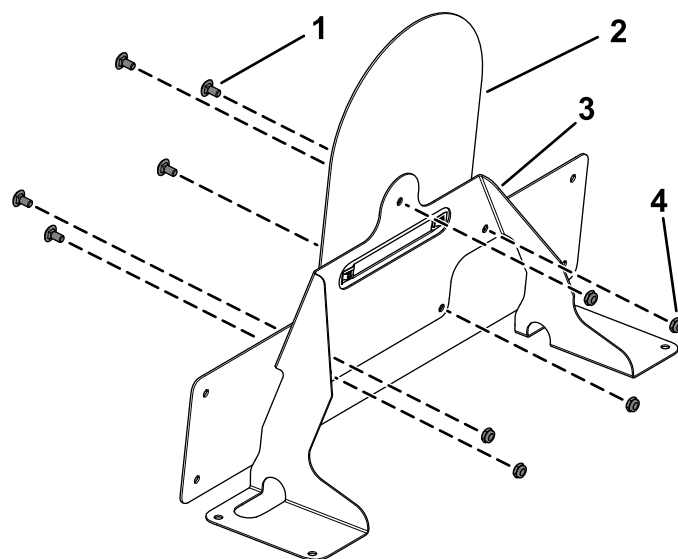

Figura 22
8. Fissate il supporto della piastra dell'adesivo del limite di velocità sulla lastra metallica utilizzando 5 bulloni a testa tonda (1/4" x 1/2") e 5 dadi di bloccaggio (1/4"), come mostrato nella Figura 22.